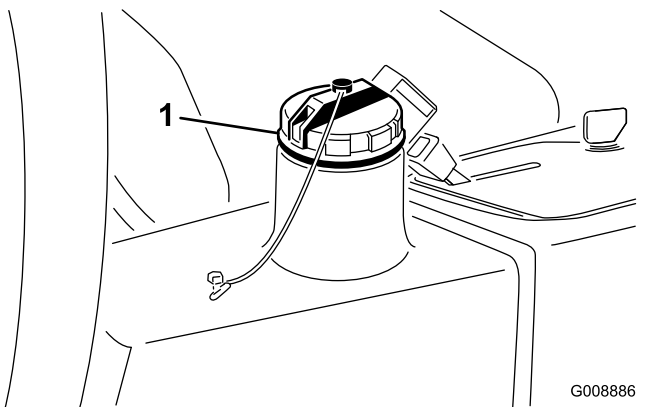

図 82
4. 油圧オイルタンク図 82 に約 22.7 リットルの油圧オイルを入れる 油圧作動液の仕様 (ページ 52) を参照。